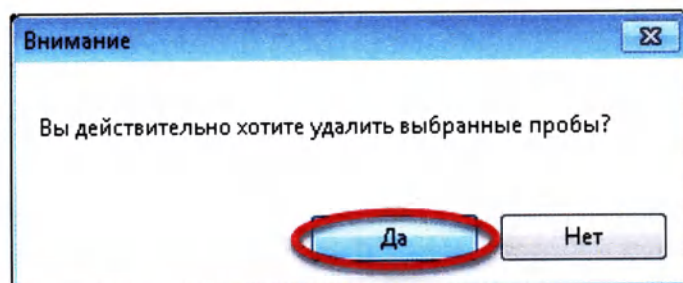

Рисунок 1.14
2. В открывшемся диалоговом окне, нажмите кнопку «Да» (Рисунок 1.14):